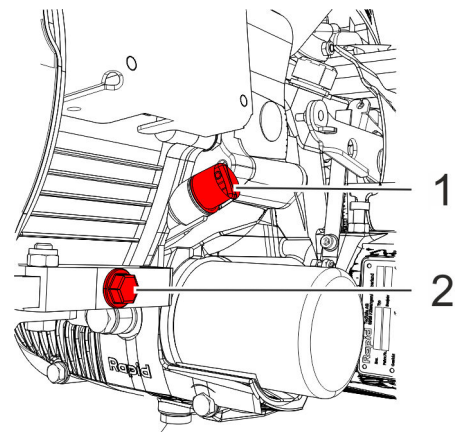

Abb. 52: Motoröl wechseln
1. ➤ Einfüllschraube (Abb. 52/1) lösen.
2. ➤ Ablassschraube (Abb. 52/2) lösen.
4. ➤ Ablassschraube (Abb. 52/2) festdrehen.
7. ➤ Einfüllschraube (Abb. 52/1) festdrehen.